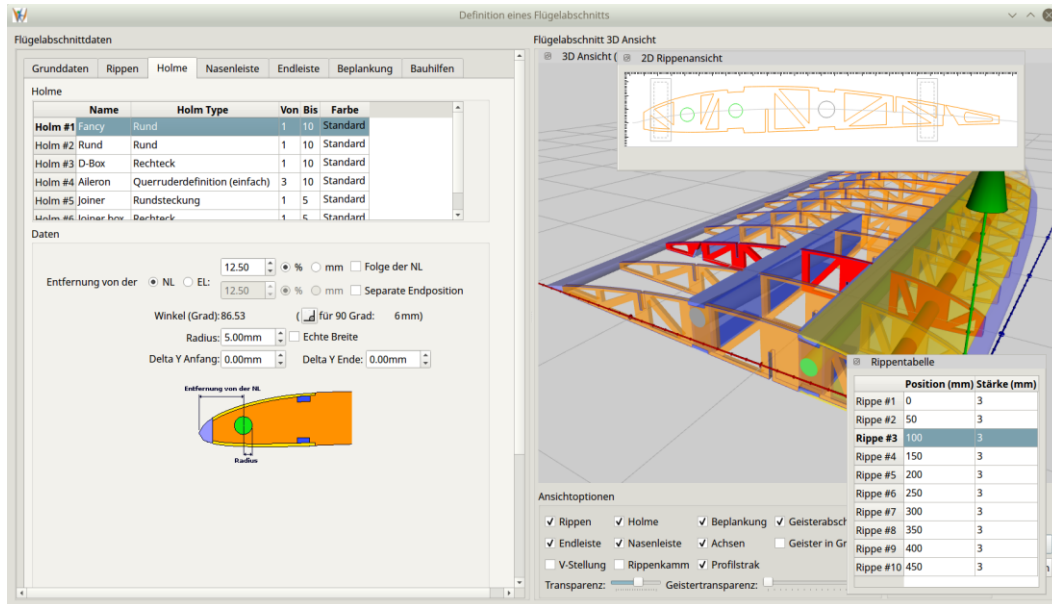

Abbildung 8: Ausgelöste 2D Rippenansicht und Rippentabelle
- Sowohl die 2D Rippenansicht, als auch die Rippenliste, können durch die Betätigung der mit rot eingekreistem Stern („*“) gekennzeichneten Schaltflächen „abgerissen“ bzw. ausgelöst werden. Damit können Sie diese zwei Elemente beliebig platzieren und immer im Auge behalten, auch wenn Sie diese Ansicht verlassen um z.B. die Holme zu bearbeiten (Abbildung 8). Wenn Sie das Bearbeitungsfenster schließen, werden diese Elemente automatisch wieder an ihren ursprünglichen Platz angedockt.